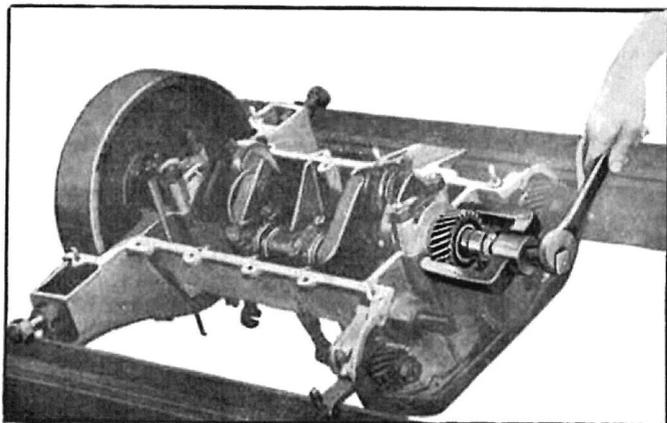

Fig. 84. — Démontage du pignon de vilebrequin à l'aide de l'arrache-pignon spécial.
- 15—Enlever ensemble, avec l'arrache-pignon spécial, le pignon du vilebrequin et la griffe de mise en marche (*fig. 84*). Retirer la bague AV.